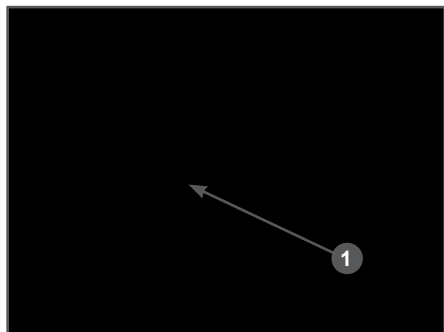

Рис. 24 Расположение пробки отверстия для добавления смазки в редуктор
- Извлеките из корпуса редуктора пробку 1 (Рис. 24).